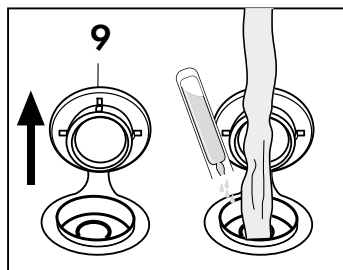

Abb. 20
- Ein Flakon zu 10 ml in den Heizkessel geben und mit 0,5 Liter Wasser auffüllen nachdem der Verschluss (9) (Abb. 20) abgenommen worden ist. Danach das Gerät wie üblich in Betrieb setzen.